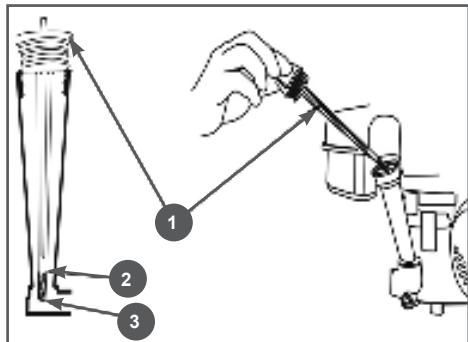

Рис. 6 Уровень масла в картере двигателя
2. Открутите крышку-щуп маслозаливной горловины и извлеките щуп (Рис. 6).
При недостаточном уровне масла в картере необходимо долить чистое масло до верхней отметки на щупе (Рис. 6).